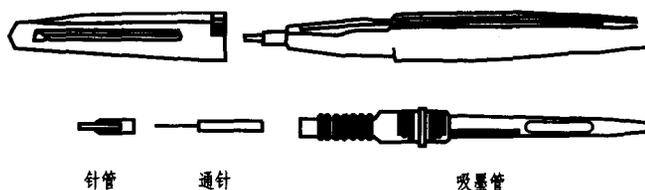

图 1-8 绘图墨水笔
(2) 绘图墨水笔的笔尖是一支细的针管，又名针管笔 (图 1-8)。笔尖的管径从 0.1mm 到 1.2mm，有多种规格，可视图线粗细选用。